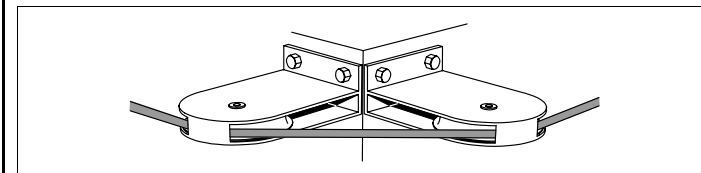

Fig. 3: deviazione della fune
- In caso la fune passi attorno ad un angolo montare su ognuno dei due lati dell'angolo una carrucola di deviazione (vedere Fig. 3).